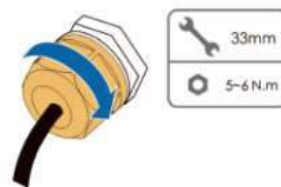

Fig. 4-48 Apriete la tuerca giratoria
- 5) Tire del cable suavemente para asegurarse de que está asegurado, apriete la tuerca giratoria en sentido horario (Fig. 4-48).